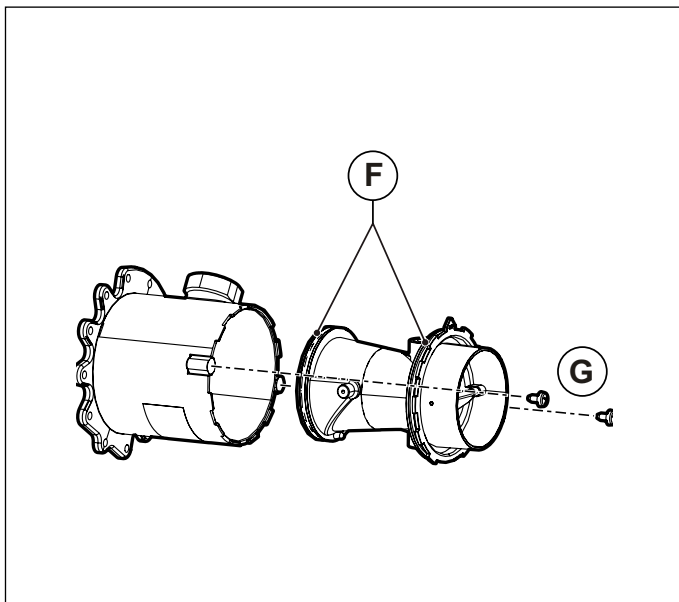

Рис. 36 Пластмасовий корпус змішувача
- Відкрутіть два гвинт **Г** та вийміть пластиковий корпус змішувального вузла **Г** (дивись Рис. 36 Пластмасовий корпус змішувача).
- Пригвинтите пластиковий корпус на змішувач за допомогою **Г** фіксуючих гвинтів. Слідкуйте за тим, щоб не пошкодити **F** кільцеві ущільнювачі і здійснювати збірку у вказаному напрямі (див. Рис. 36 Пластмасовий корпус змішувача та Рис. 37 Розташування для мотажу).